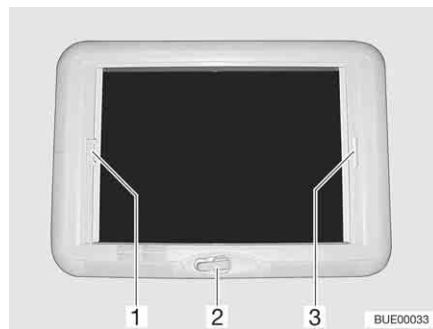

Bild 81 Vevmanövrerad taklucka
*Öppna:* ■ Vrid på handveven (Bild 81,2) tills ett motstånd känns (max öppningsvinkel 70°).
*Stänga:* ■ Drag i plisségardinens handtag (Bild 81,3) och släpp i önskad position. Plisségardinen stannar i denna position.
**Stänga:** ■ Drag i insektsskyddets handtag (Bild 81,1) och släpp i önskad position. Insektsskyddet stannar på denna position.